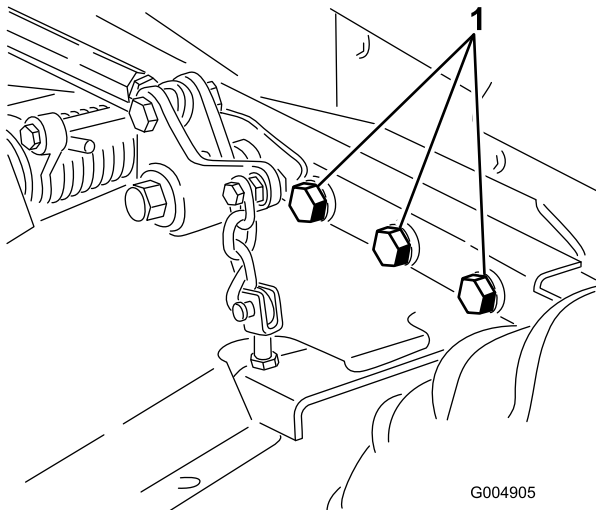

Bild 63
4. Prüfen Sie auf lockere Befestigungsteile und ziehen diese bei Bedarf fest. Ziehen Sie die sechs Schrauben, mit denen der Mähwerkrahmen an der Zugmaschine befestigt ist, mit 395 N·m an (Bild 63).